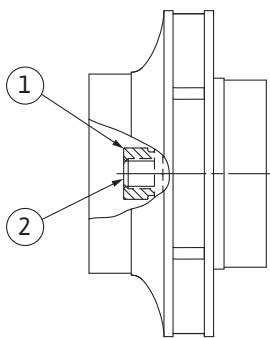

Fig. 107: Juoksupyörän mutterin oikea asento asennuksen jälkeen
8. Pidä kiinni akselista kiintoavaimella (avainväli 22 mm) ja kiristä juoksupyörän mutteri määritetyllä kiristysmomentilla (katso taulukko "Kiristysmomentit" [► 28]). Mutterin (Fig. 107, pos. 1) pitää olla suunnilleen samassa tasossa, $\pm 0,5$ mm, akselin pään (Fig. 107, pos. 2) kanssa. Jos näin ei ole, irrota mutteri ja toista käsittelyvaiheet 4–8.
9. Ota kiintoavain pois ja asenna suojalevy (Fig. I, pos. 27) takaisin.